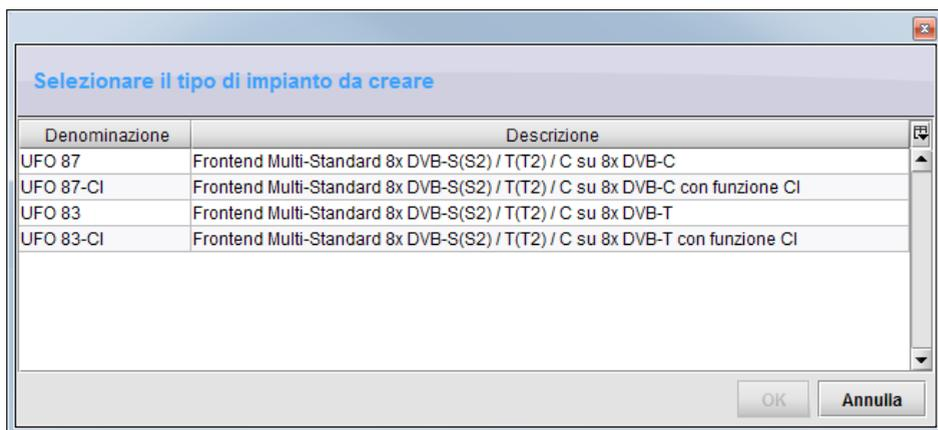

Fig. 4: Finestra di dialogo per la selezione di un tipo di testata
- 1) Viene visualizzata una finestra di dialogo per la selezione del tipo di testata (Fig. 4, pag. 18):